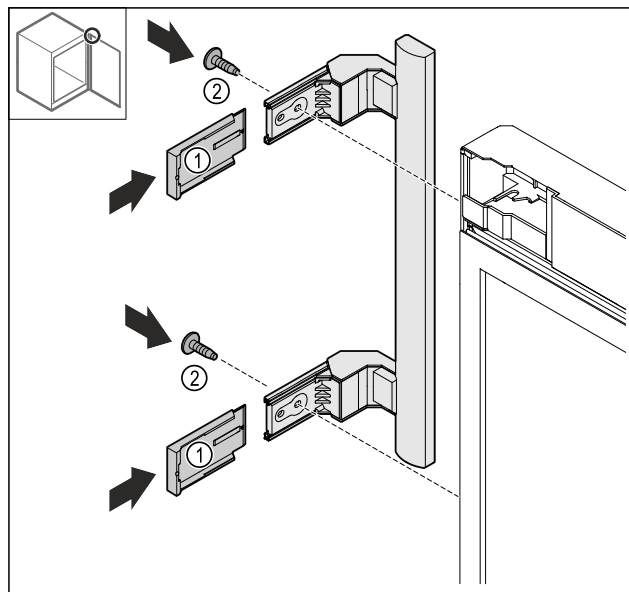

Fig. 20
- Tolja fel a fedelet Fig. 20 (1).